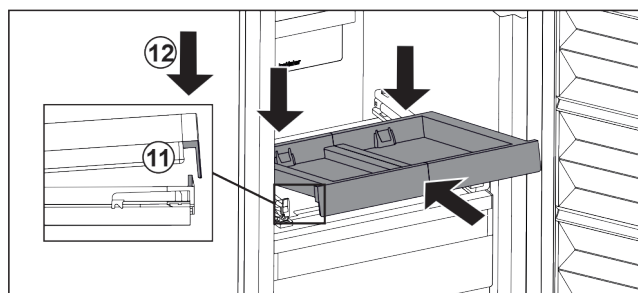

Fig. 26
- ▶ Zasuňte ju šikmo. Dbajte na to, aby sa na oboch stranách doraz nachádzal za sponou. Fig. 26 (11)
- ▶ Zložte vyťahovaciu poličku vpredu. Fig. 26 (12)